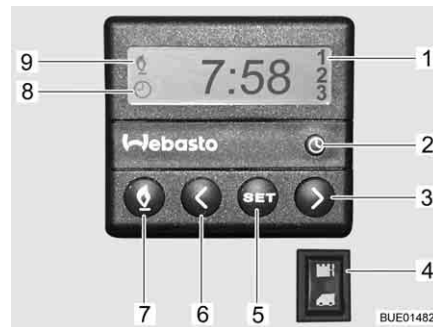

Fig. 171 Centralina di controllo per riscaldamento fisso
- Premere il tasto (Fig. 171,7). Il funzionamento del riscaldamento viene indicato con il simbolo (Fig. 171,9). La ventola viene inserita solo quando la temperatura dell'acqua di raffreddamento è pari a 30 °C.
- Premere il tasto (Fig. 171,7). Il simbolo (Fig. 171,9) si spegne.
- Premere l'interruttore (Fig. 171,4) in basso. Il motore viene preriscaldato. La ventola viene inserita immediatamente.
- Premere l'interruttore (Fig. 171,4) in alto. Il motore rimane freddo.
- Premere il tasto (Fig. 171,2). L'impostazione dell'ora viene indicata con il simbolo (Fig. 171,8).
- Impostare l'ora con i tasti (Fig. 171,3 e 6).
- Premere il tasto (Fig. 171,5).
- Impostare l'orario di accensione con i tasti (Fig. 171,3 e 6) entro 10 secondi.
- Premere il tasto (Fig. 171,5) fino a che nel display (Fig. 171,1) non appare il numero di programmazione desiderato.